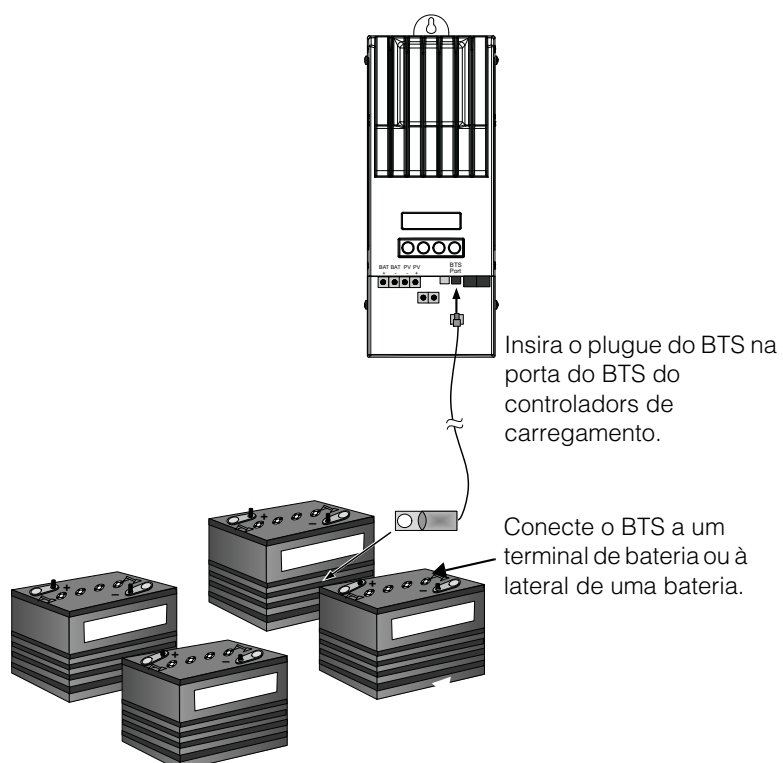

Figura 2-16 Instalando o BTS
4. Passe a extremidade do cabo BTS por um orifício do conduíte no controladores de carregamento e insira o plugue do BTS na porta BTS. Consulte a Figura 2-16.